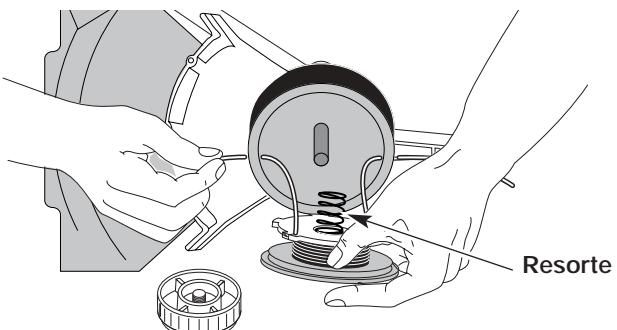

Fig. 32
13. Inserte los extremos de la línea a través de los ojalillos de la bobina exterior y coloque el carrete interior con el resorte dentro de la bobina exterior (Fig. 32). Empuje el carrete interior y la bobina exterior entre sí. Mientras sostiene el carrete interior y la bobina exterior, tome los extremos y tire con firmeza para soltar la línea de las ranuras de fijación de la bobina.
5. Inserte los extremos de la línea en los ojalillos de la bobina exterior (Fig. 32).